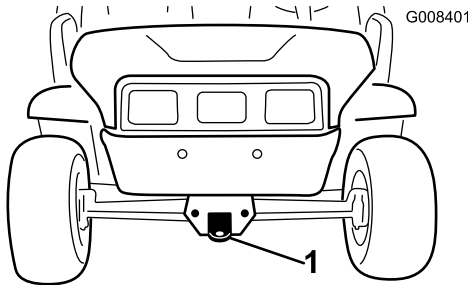
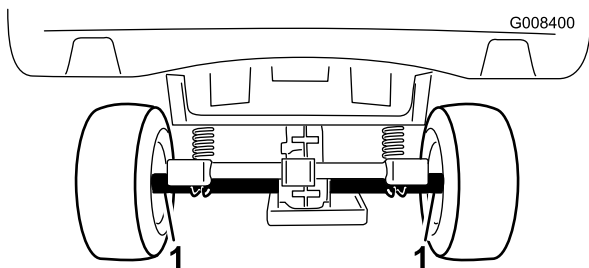

Figure 22
Figure 23
Utilisez des rampes d'une seule pièce pour charger la machine sur une remorque afin de la déplacer sur une longue distance. Arrimez solidement la machine sur la remorque. L'emplacement des points d'attache sur la machine est indiqué à la Figure 22 et la Figure 23.
2. Accrochez un câble de remorquage à la flèche d'attelage à l'avant du cadre de la machine (Figure 22).